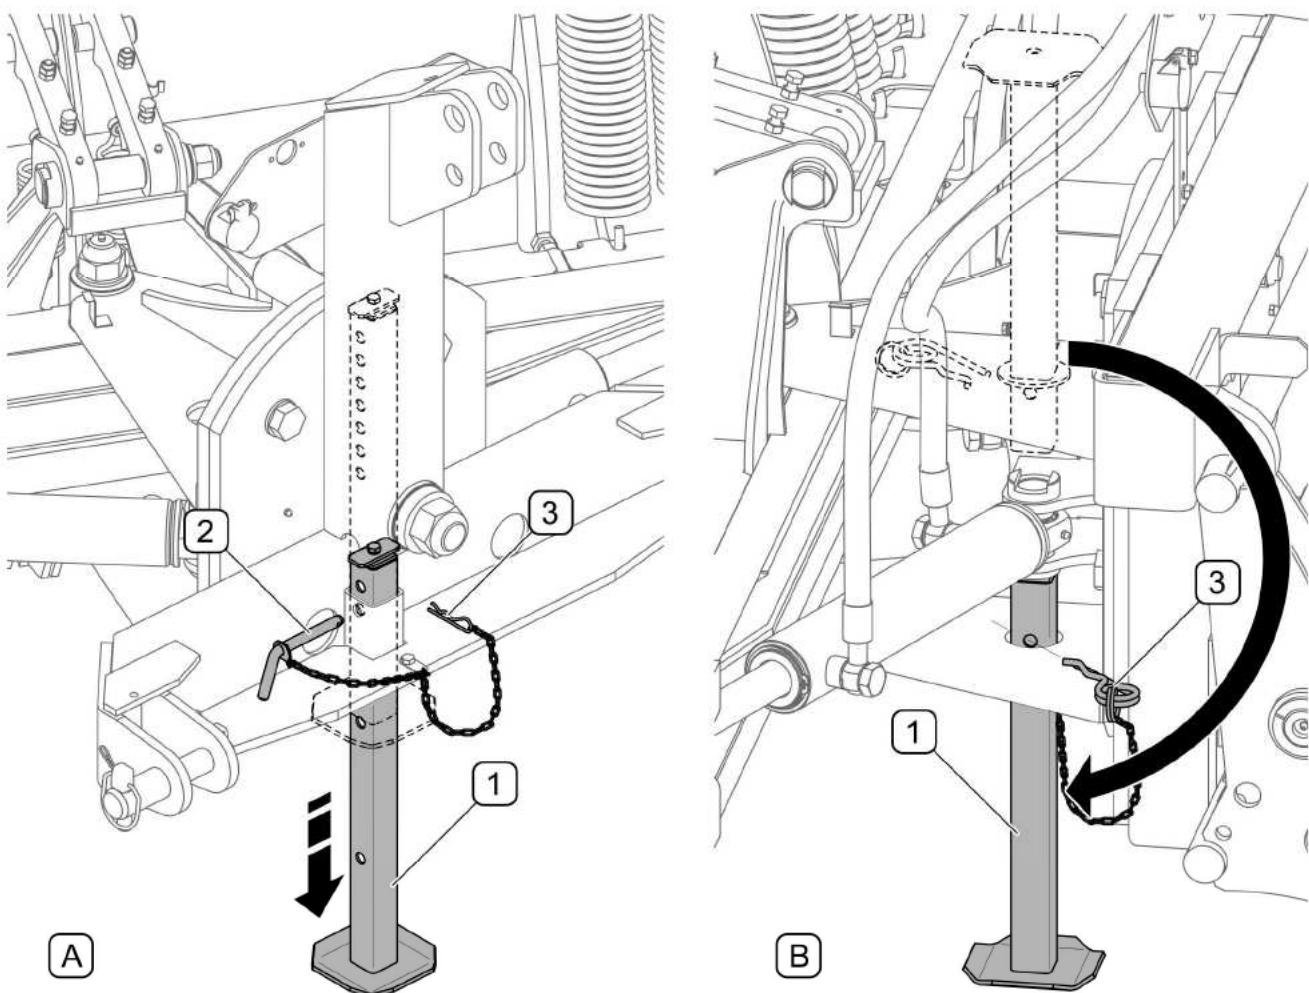

РИСУНОК 4.13 Опускание стояночной опоры
- в тросионной системе навески (РИСУНОК 4.13, А) - вынуть чеку (3) и шкворень (2), опустить стояночную опору (1), установить на надлежащей высоте, вставить шкворень (2) и заблокировать чекой (3),
- в качающихся системах навески (РИСУНОК 4.13, В) - вынуть опору (1) из верхнего отверстия в раме гидроцилиндров, перевернуть, вставить в нижнее отверстие в раме и заблокировать чекой (3),